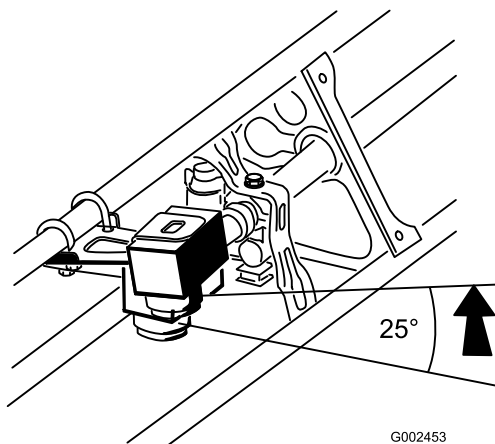

Figura 3
4. Rode o sensor e o tubo de protecção para cima de forma que esteja aproximadamente 25 graus acima, paralela com o terreno, e de seguida aperte todas as porcas de bloqueio às cavilhas em U para fixar o sensor e o tubo de protecção (Figura 3). O tubo de protecção deve ficar acima do sensor quando o ajuste estiver terminado.